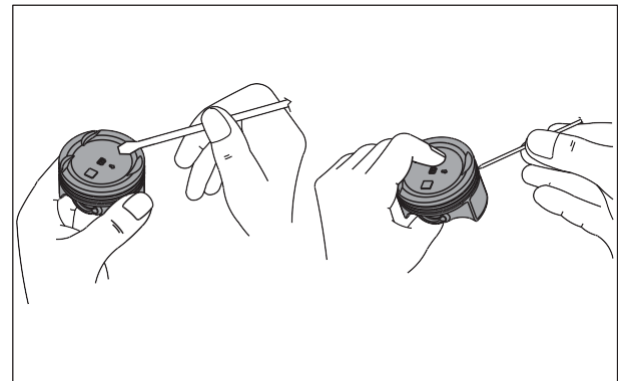

Fig. 3.91
- Limpie los depósitos de carbón del pistón y las ranuras de los anillos. (Fig. 3.91)